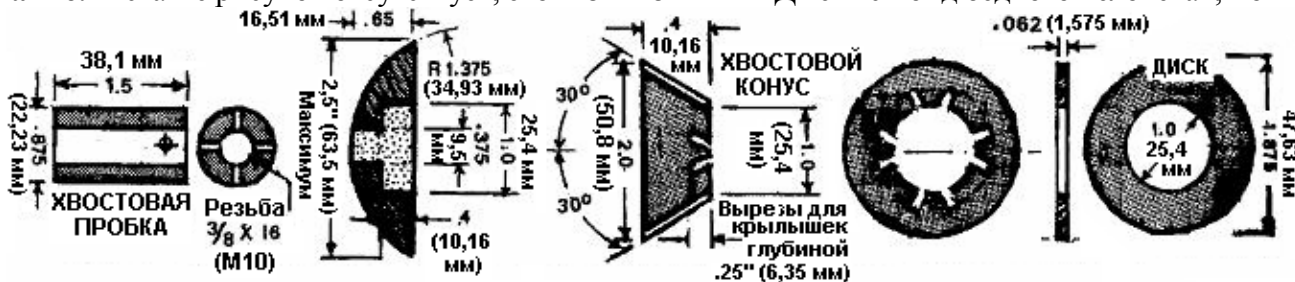

Рис. 10 – Компоненты хвостовика стабилизатора: m – хвостовая пробка; n – хвостовой конус-обтекатель; o – диск; p – резиновое уплотнение.
9. Изготовьте хвостовой конус-обтекатель, диск и компоненты хвостовой пробки, как показано на рис. 10. Вывинтите четыре задних винта стабилизатора и продвиньте вышеупомянутые детали на их место. Просверлите четыре отверстия для винтов через трубу стабилизатора вовнутрь сборки хвостовой пробки и вновь установите четыре задних винта. Чтобы гарантировать прочное соединение, хвостовая пробка должна быть покрыта эпоксидной смолой перед вставкой вовнутрь трубы.